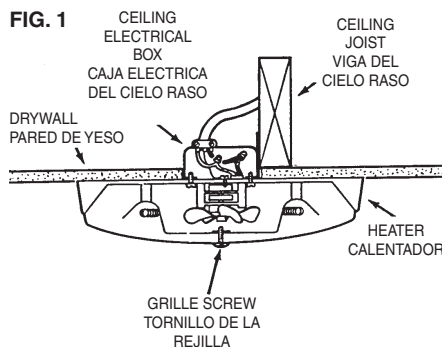

FIG. 2
1. Mount electrical box. (FIG. 2)
1. Monte la caja eléctrica. (FIG. 2)